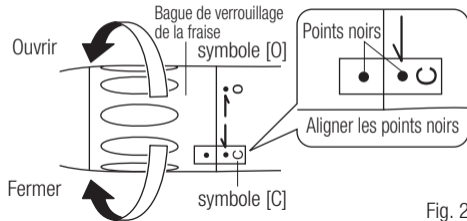

Fig. 2
- 3) Tournez la bague de verrouillage de la fraise dans la direction du symbole [C] jusqu'à ce qu'elle émette un clic. Assurez-vous d'aligner les points noirs (Fig. 2).